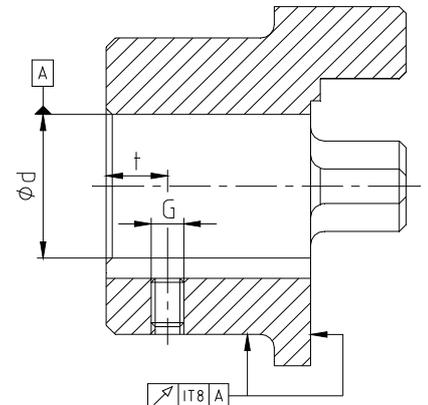

Figura 13: Precisión de concentricidad y de perpendicularidad
- Cuando el cliente lleve a cabo el mecanizado de los mangones, debe respetar la precisión de concentricidad y perpendicularidad (ver figura 13).